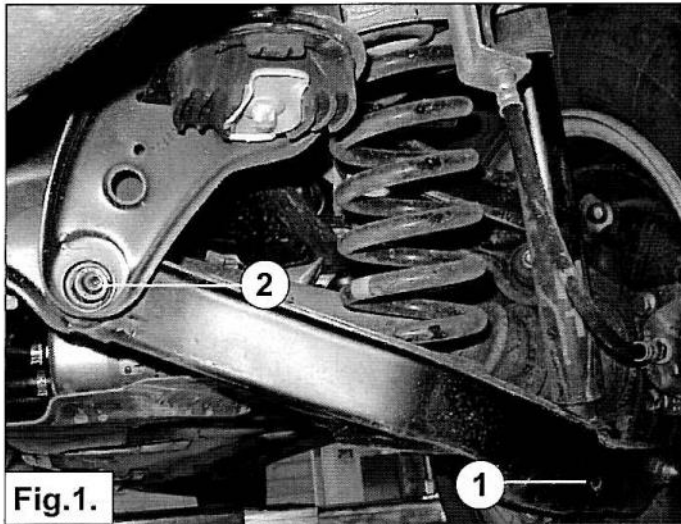

Fig.1.
3. Enlevez le boulon inférieur de l'amortisseur 1. Voir fig. 1.